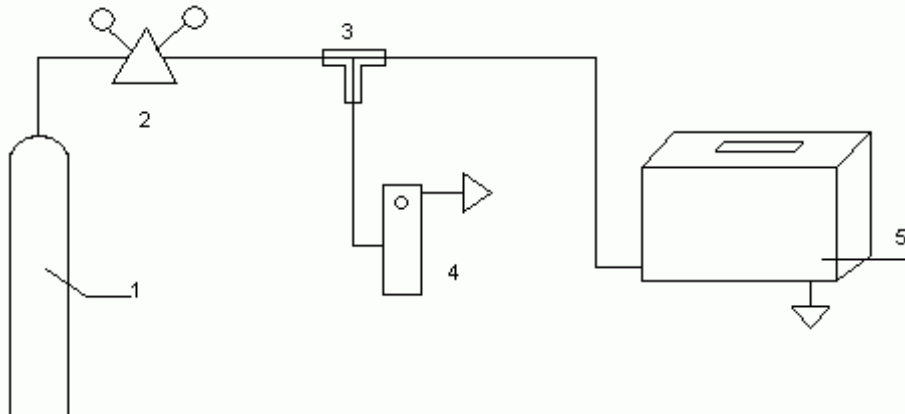
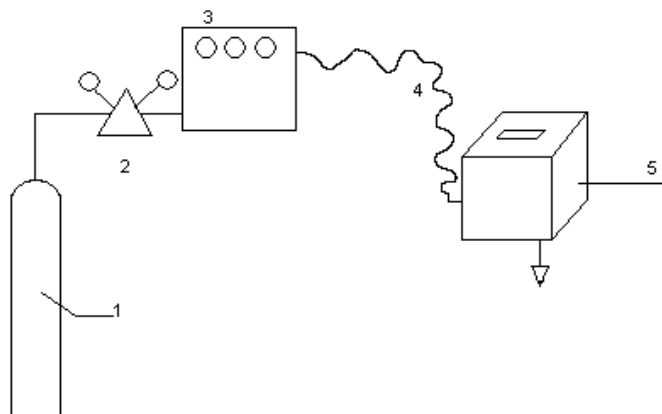

Рис. 1. Схема газовая принципиальная установки для проверки переносных ГС «КОМЕТА-М» серии ИГС-98 от баллонов со сжатыми газовыми смесями ПГС.
Рис. 2. Схема газовая принципиальная установки для проверки ГС «КОМЕТА-М» серии ИГС-98 от генератора газа.
Расположение кнопок на панели управления изображено на рис. 1 и рис. 2. Руководства по эксплуатации (в связи с совершенствованием приборов расположение кнопок может меняться).
C_3H_8 , NO производят на установке, представленной на рис. 1, с использованием сжатых аттестованных пневмогазовых смесей (ПГС-ГСО) в баллонах.
После срабатывания звуковой и световой сигнализации, при повышении концентрации выше пороговой, загорается красный светодиод под названием того измеряемого газа на цифровом индикаторе, по которому производится проверка. При снижении концентрации ниже пороговой звуковая сигнализация автоматически не выключается. Это сделано с целью побуждения ответной реакции оператора на аварийные сигналы прибора. Выключение сигнализации производится вручную нажатием кнопки «ВЫКЛ. СИРЕНЬ» на передней панели ГС (см. рис. 1 в РЭ).
3.3.1. Проверка ГС на чувствительность к таким газам как H_2S , SO_2 , HCl , Cl_2 , формальдегид, NH_3 , NO_2 производится с использованием диффузионных газодинамических установок типа «Микрогаз-Ф». Принцип работы этого генератора газовых смесей основан на введении в газовый тракт генератора источника микропотока (ИМП), представляющего собой фторопластовую ампулу с жидким веществом. Концентрация газа на выходе генератора определяется производительностью вещества за счет диффузии через стенки фторопластовой ампулы (берется из паспорта на ИМП) и расходом газа-разбавителя. Для работы собирают установку по схеме на рис. 2.